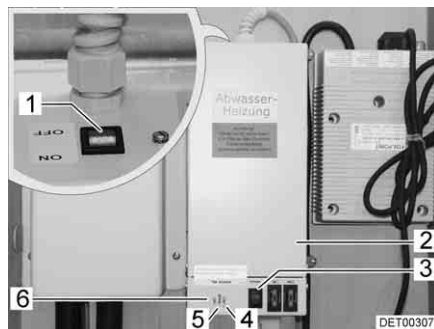

Fig. 116 Trasformatore con apparecchio di regolazione
Il trasformatore 230 V AC/12 V DC (Fig. 116,2) è montato, a seconda del modello, nell'armadio guardaroba o nella cassapanca della dinette.
- La spia di controllo (Fig. 116,5) diventa verde: Regolazione in funzione
- Le spie di controllo (Fig. 116,4 e 6) diventano rosse: Le tubazioni delle acque grigie vengono riscaldate
Nell'involucro è incorporato un pulsante di prova (Fig. 116,3) che consente di mettere in funzione brevemente l'apparecchio di regolazione. La pressione sul pulsante di prova consente di testare il funzionamento del riscaldamento anche quando la temperatura ambiente è superiore a 5 °C.
- Posizionare su "ON" l'interruttore (Fig. 116,1) sul trasformatore (Fig. 116,2).
- Posizionare su "OFF" l'interruttore (Fig. 116,1) sul trasformatore (Fig. 116,2).